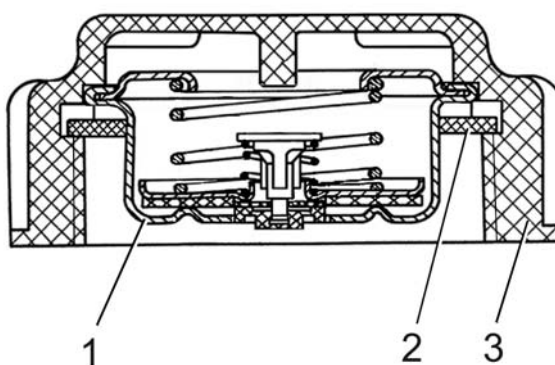

Рис. 2.6. Пробка расширительного бачка: 1 - блок клапанов; 2 - прокладка; 3 - корпус
**Пробка расширительного бачка** (рис. 2.6) состоит из пластмассового корпуса с резьбой и блока клапанов. Пробка крепится на горловине расширительного бачка через резиновую прокладку.